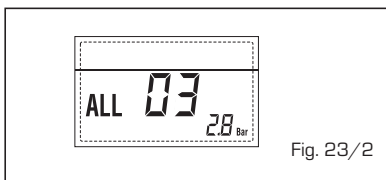

Fig. 23/2
- **ANOMALÍA Sonda IDA CALEFACCIÓN "ALL 05"** (fig. 23/4)